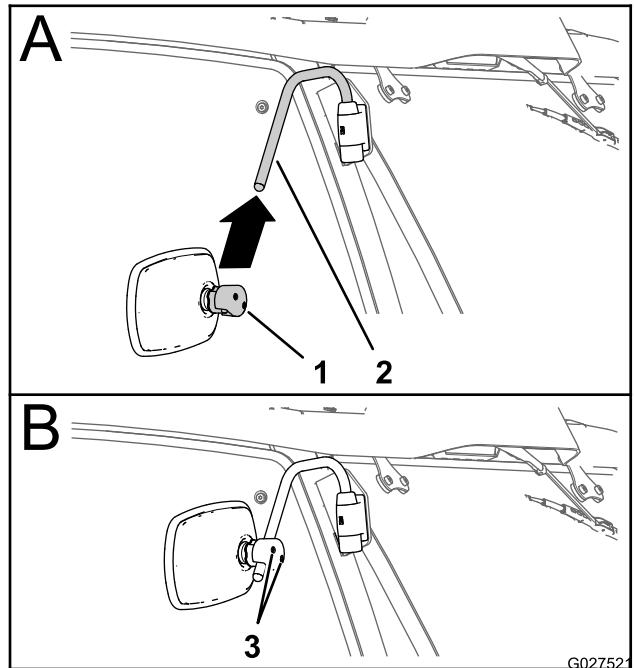

Figura 5
1. Allineate il morsetto di montaggio dello specchietto al braccio di supporto (A di Figura 5).
2. Fate scorrere lo specchietto sul braccio di supporto (A di Figura 5).
3. Serrate le 2 viti a testa cilindrica (5 mm) per il morsetto di montaggio (B di Figura 5) a una **coppia massima** di 2,94 N·m.